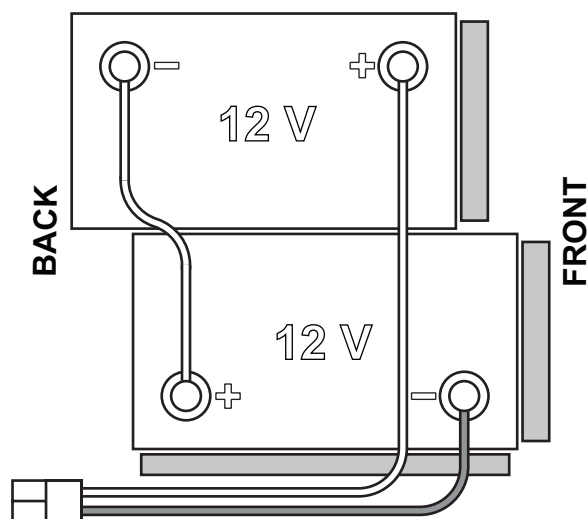

Figura 1
Utilajul funcționează cu 2 baterii de 12 V, conectate conform schemei prezentate în Figura 1.
1. Scoateți cheia utilizatorului (51).
2. Debransați conectorul bateriei (9).
3. Ridicați capacul (34) și verificați dacă rezervorul de recuperare (33) este gol, în caz contrar goliți-l cu ajutorul furcunii de scurgere (12).
4. Închideți capacul (19).
5. Apucați de mânerul (16) și ridicați cu atenție rezervorul (33).
7. Poziționați și instalați cablul bateriei în modul indicat în Figura 1, apoi strângeți cu atenție piulița pe fiecare bornă de baterie.
8. Amplasați capacul de protecție pe fiecare bornă, apoi conectați conectorul bateriei (9).
9. Apucați de mânerul (16) și coborâți cu atenție rezervorul (33).